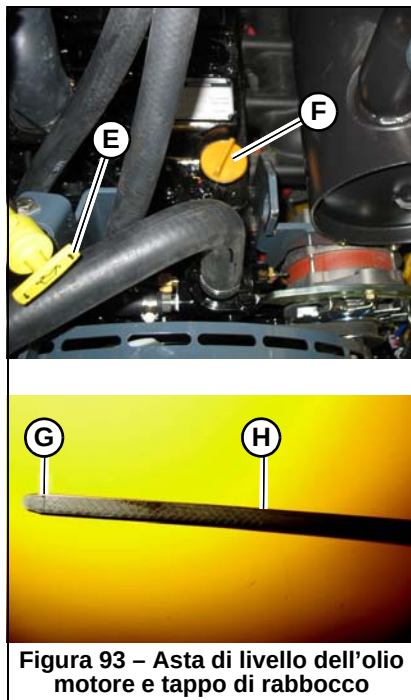

Figura 93 – Asta di livello dell'olio motore e tappo di rabbocco
5. Ruotare l'asta di livello dell'olio motore (E, Figura 93) in senso antiorario per sbloccarla. Estrarre l'asta di livello dal motore.
7. Estrarre ancora l'asta di livello. Il livello dell'olio deve essere compreso tra i segni "Add" (aggiungere) (G) e "Full" (pieno) (H).
- a. Pulire la zona intorno al tappo di rifornimento dell'olio (F) con un panno pulito.
- b. Rimuovere il tappo di rifornimento (F).
- d. Rimettere e serrare il tappo di rifornimento (F).
10. Pulire la zona intorno al tappo di rifornimento dell'olio (E, Figura 93). Rimuovere il tappo di rifornimento dell'olio (E) ed aggiungere il tipo e la quantità dell'olio consigliato. Vedere "Rifornimenti di liquidi/lubrificanti" a pagina 193. Dopo l'aggiunta, rimontare e serrare il tappo di rifornimento dell'olio (E).
12. Controllare il livello dell'olio. Se necessario, aggiungere dell'olio fino a quando il livello non raggiunga la tacca "Full" (pieno) sull'asta di livello (H, Figura 93).